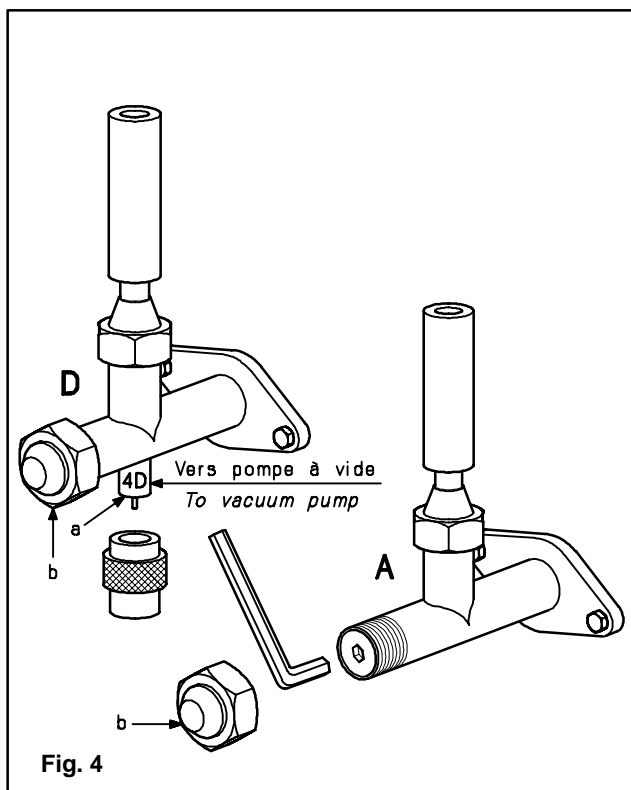

Fig. 4
- ◆ Brancher la pompe à vide sur la vanne de service SCHRA-DER (vanne rep. a, Fig. 4)
- ◆ Connect the vacuum pump on the schrader operating valve (valve ref. a, Fig. 4)